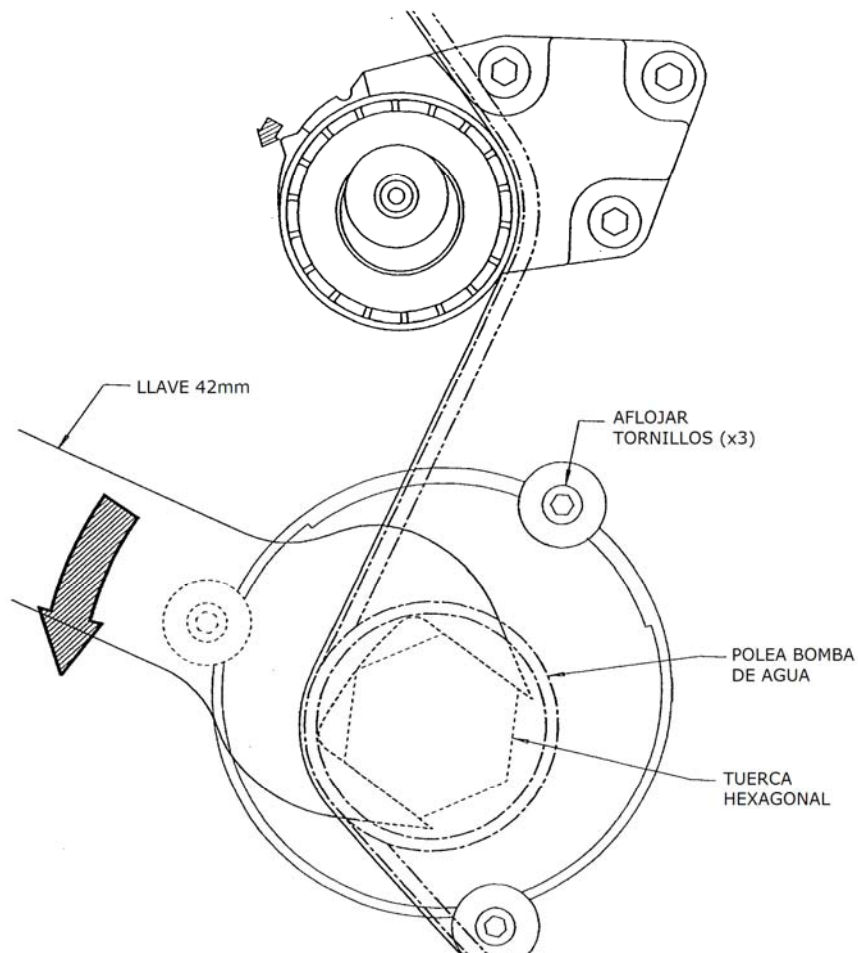

Figura 2: Girar el cuerpo de bomba de agua para retirar correa de distribución
3. Afloje apenas los tres (3) tornillos de sujeción de la bomba de agua, de modo que se pueda girar el cuerpo dicha bomba (Figura 2).
4. Gire el cuerpo de la bomba de agua EN SENTIDO ANTIHORARIO con una llave de 42mm (Figura 2). La llave debe calzar alrededor de la tuerca hexagonal por debajo de la polea de la bomba (Figura 3).